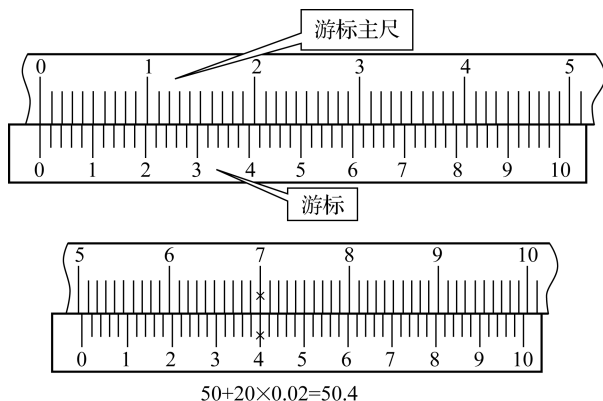

图 1-3 0.02 mm 游标卡尺的刻线原理与读数方法
0.02 mm 游标卡尺的读数方法与 0.05 mm 游标卡尺的读数方法一样,如图 1-3 所示。